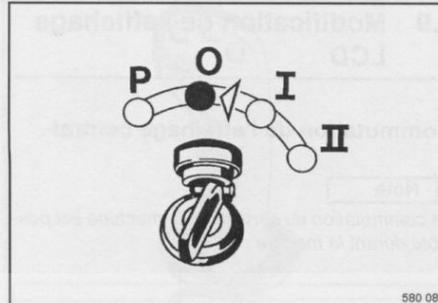

fig. 56
- Tourner la clé de contact (fig. 56) sur position "O" ou "P" et la retirer.